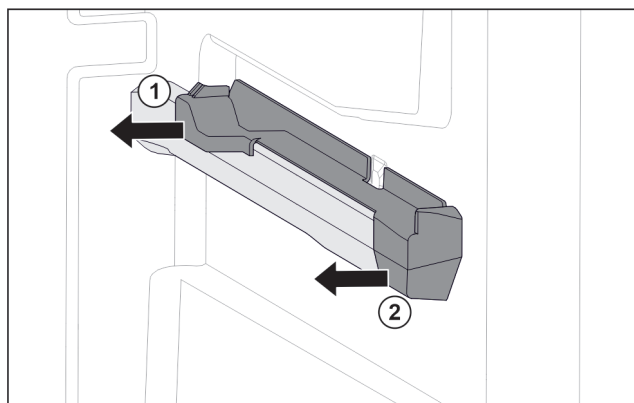

Fig. 41 Вставная часть на правом контейнерном ребре
- Отодвиньте вставную часть сзади в сторону. Fig. 41 (1)
- Отодвиньте вставную часть спереди в сторону. Fig. 41 (2)